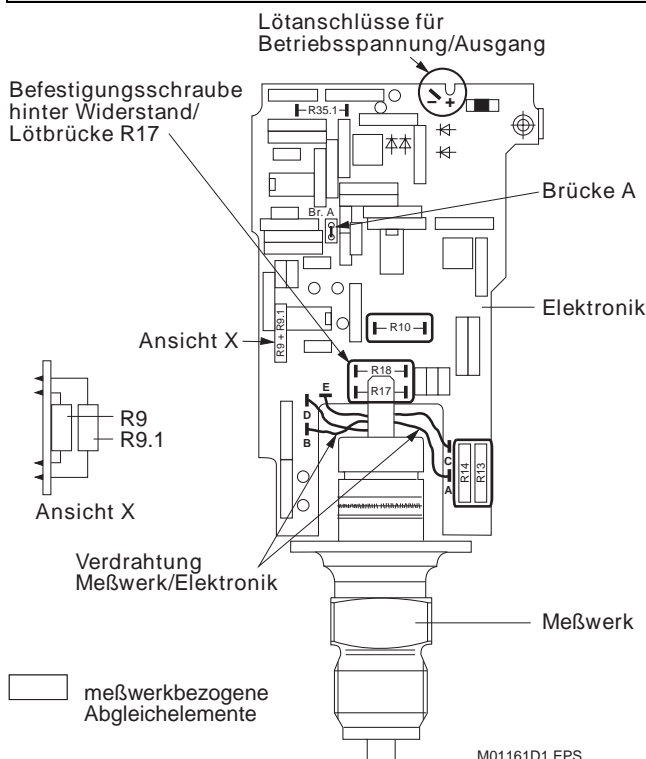

Bild 29. Bestückungsseite der Meßwerk-Elektronik-Einheit des AMD 200
2. **Verdrahtung** zwischen Meßwerk und Elektronik an der Elektronikplatine ablöten (Lötstützpunkte: A, B, C, D und E, Bild 29).
6. Die **meßwerkbezogenen Abgleichelemente** (Bild 29) von der defekten Elektronikplatine auf die neue Elektronikplatine umlöten.
7. Ist der **Widerstand R 9.1** nicht auf der defekten Elektronik eingelötet (siehe Bild 29), so ist R9.1 auf der neuen Elektronik herauszukneifen.
3. R10, R17, R18 sowie R13 oder R14 auslöten (Bild 29, meßwerkbezogene Abgleichelemente) und die am Platz R17 befindliche **Befestigungsschraube** lösen (Kreuzschlitzschraube, Schraubendreher Größe 0).
6. Die dem Meßwerk **mitgelieferten Abgleichelemente** (Karte) an entsprechender Stelle der Meßwerk-Elektronik-Einheit einlöten (Bild 29, meßwerkbezogene Abgleichelemente).